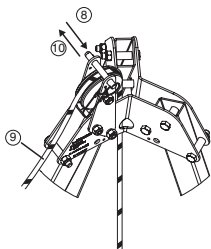

Fig. 10
8. Verwijder de kogelbroche die zich boven de geleiderol, bovenaan de tracpode-drievoet bevindt (Fig. 10, 8).
9. Breng de streng van het derope™-toestel rond de geleiderol (Fig. 10, 9).
10. Plaats de kogelbroche terug om te vermijden dat de streng uit de geleiderol komt (Fig. 10, 10).